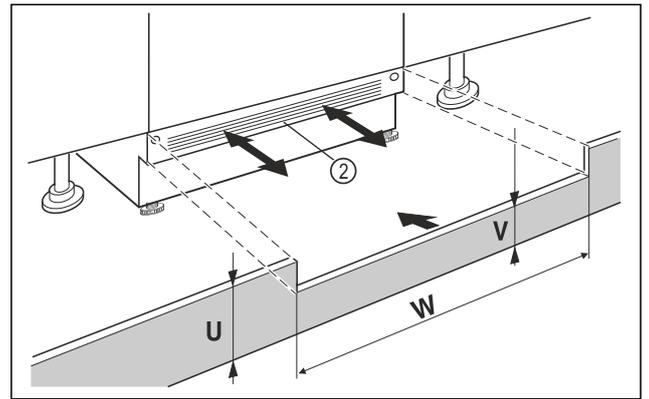

Fig. 40 Représentation à titre d'exemple
- ▶ Mettre le panneau de socle de l'appareil Fig. 40 (2) en place sans le fixer.
- ▶ Si le panneau de socle est visible Fig. 40 (2), le tirer vers l'avant de sorte à aligner l'avant de la grille d'aération et du panneau de socle du meuble.
- ▶ Si le panneau de socle est dissimulé Fig. 40 (2), le pousser entièrement vers l'arrière.
- ▶ Veiller à ce que les fentes d'aération soient complètement dégagées : si nécessaire, couper le panneau de socle du meuble Fig. 40 (U) en hauteur !
- ▶ Ajuster la hauteur de la traverse Fig. 40 (V) sous le panneau de socle de l'appareil Fig. 40 (2) sur la largeur de la niche Fig. 40 (W).